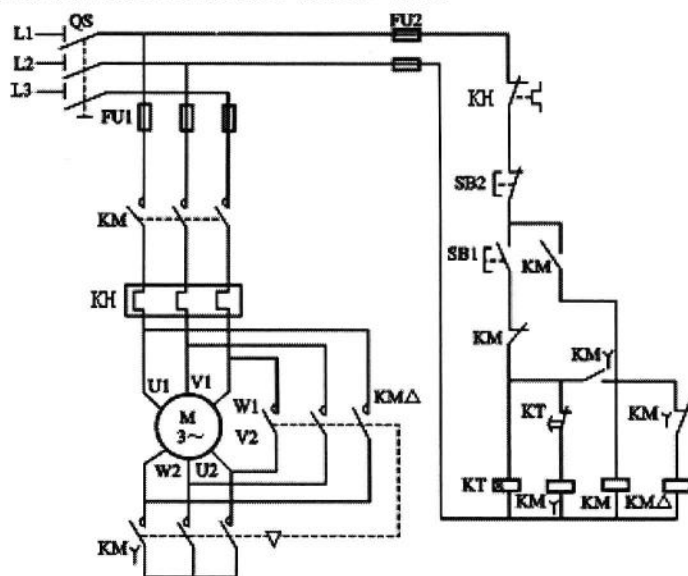

图 2.1.3-1
(1) 考试时间：120 分钟
(2) 考核方式：实操+笔试
(3) 本题分值：35 分
(4) 具体考核要求：按照电气安装规范，依据图 2.1.3-1 主电路 and 绘制的 I/O 接线图正确完成 PLC 控制电动机启动线路的安装、接线和调试。
（5）按照电气安装规范，将控制电路部分改为 PLC 控制，依据图 2.1.3-1 主电路和绘制的 I/O 接线图正确完成 PLC 控制电动机启动线路的安装和接线；